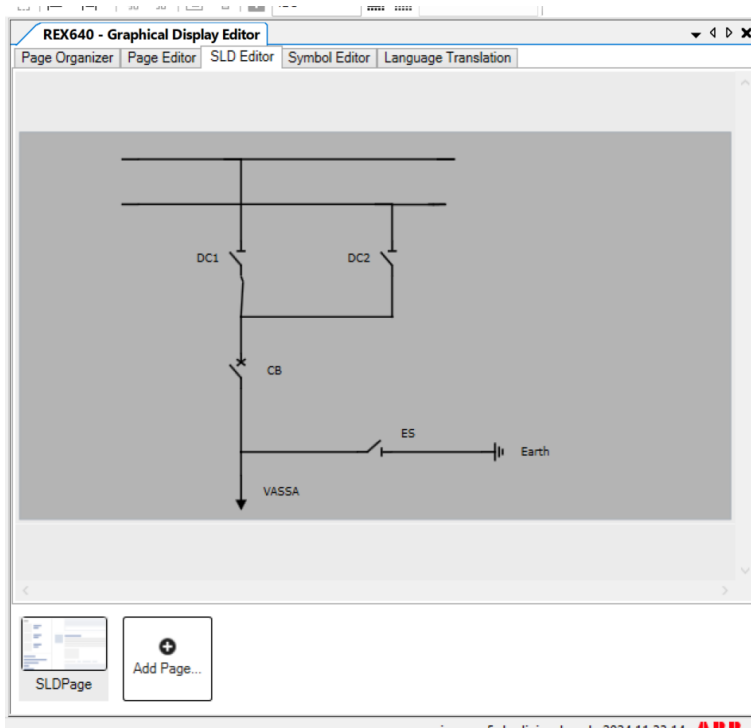

Imagen 146_Ventana de diagrama de control del display.
3.11 Al final teniendo la siguiente ventana donde tendremos el sistema completo y notaremos que se realizaron los ajustes al ver que cambia el color de fondo como en la **Imagen 146**.